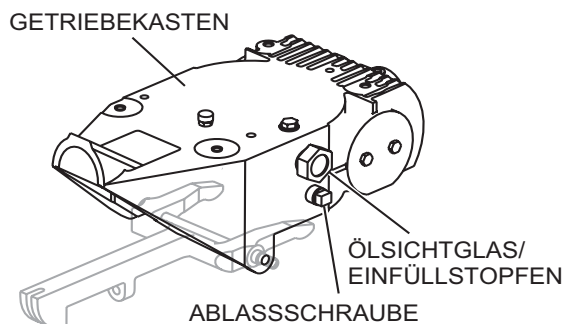

Abbildung 19. Getriebekasten
1. Feststellen, ob der Ölstand im **Getriebekasten** niedrig ist, indem der Ölstopfen an der Seite des Getriebekastens entfernt wird. Dieser Stopfen ist durch den Aufkleber „**check**“ (**Prüfen**) gekennzeichnet. Siehe Abbildung 19. Bei korrektem Ölstand steht das Schmieröl bis zur Unterseite des Einfüllstopfens.